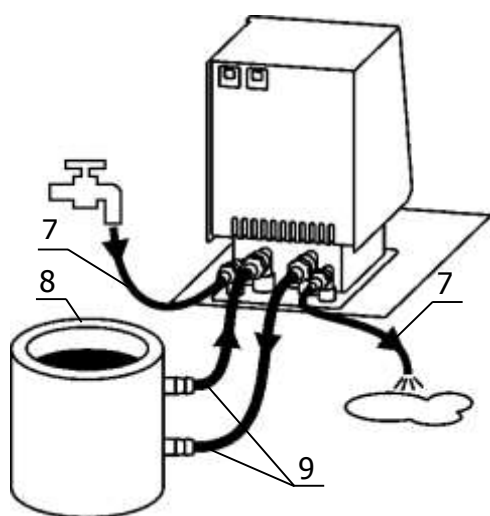

Рисунок 4 — Подключение внешнего потребителя
2.2.7 Для подключения к термостату внешнего потребителя 8 (рисунок 4) использовать соединительные шланги 9. Концы соединительных шлангов надежно закрепить на штуцерах блока регулирования и внешнего потребителя хомутами.
2.2.10 Для работы термостата при температурах теплоносителя, близких к окружающей температуре, может потребоваться дополнительное охлаждение с помощью встроенного теплообменника. В этом случае необходимо подключить термостат к водопроводной сети или специальному холодильному устройству при помощи шлангов 7 (рисунок 4), присоединенных к штуцерам теплообменника. Поток охлаждающей жидкости должен быть равномерным и, по возможности, небольшим. Дополнительное охлаждение не требуется, если температура теплоносителя выше температуры окружающей среды более чем на 20 °С.